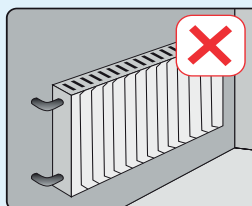

IMAGEN 1
Ponga a una distancia de fuentes de calor por lo menos (1) metro. (estufa, calentador, estufa eléctrica, etc.) (Imagen 1)